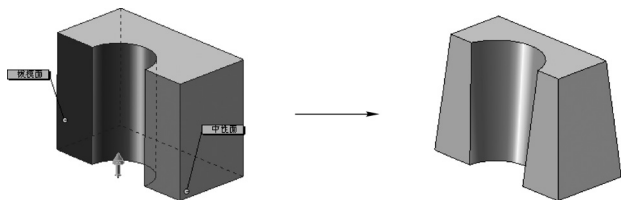

图 4-61 选择“所有面”选项拔模
- 所有面：所有与中性面相邻的面以及从中性面拉伸的面都进行拔模，如图 4-61 所示。